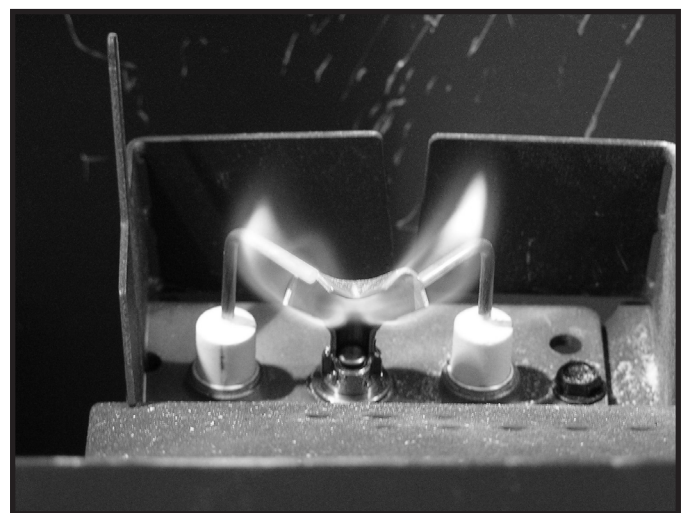

Figure 4.2 Forme de flamme de la veilleuse IPI – Support de veilleuse générique illustré
- Inspecter la qualité de la flamme de la veilleuse. Voir la figure 4.2 pour connaître la bonne forme de la flamme de la veilleuse. Nettoyer ou remplacer la tête de l'injecteur de l'orifice si nécessaire.